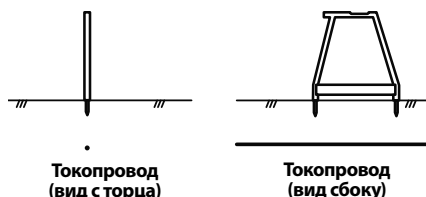

Рис. 10 – Расположение приемника
2. При поиске повреждения приемник, как правило, следует располагать над токопроводом, устанавливая передний стержень приемника в сторону предполагаемого повреждения, а задний стержень в сторону заземляющего штыря. Для создания хорошего электрического контакта стержни приемника должны равномерно войти в землю. Ток, протекающий через стержни, обеспечивает сигнал для поиска повреждения изоляции (см. Рис. 10).